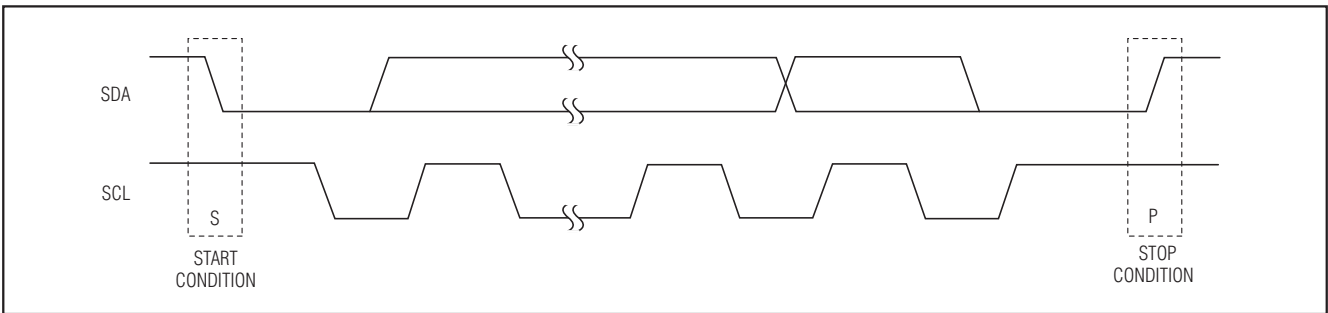

図2. STARTおよびSTOP状態
各転送は、START (S)状態(図2)、それに後続するMAX7359の7ビットスレーブアドレスおよびR/Wビット、1レジスタアドレスバイト、1つまたは複数のデータバイト、最後にSTOP (P)状態で構成されています。